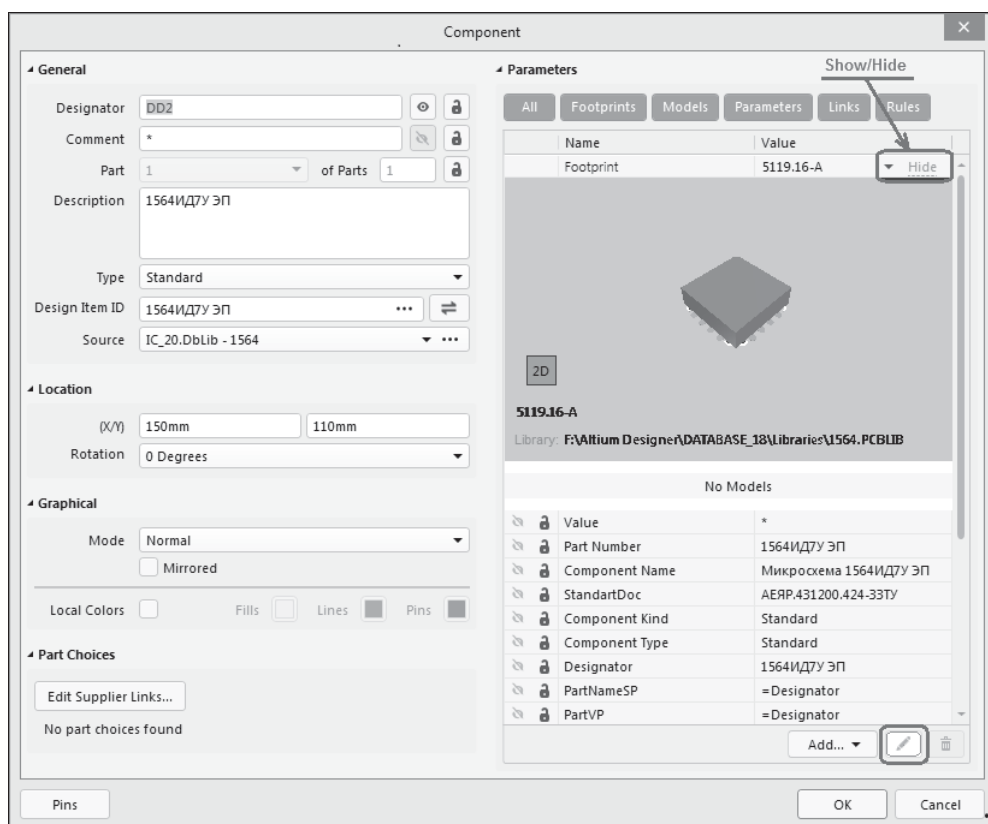

Рис. 7.49. Окно «модального диалога» редактирования компонента
□ При включенном «модальном» режиме по двойному щелчку левой кнопкой мыши на выбранном УГО в схемном документе активизируется диалоговое окно **Component** (рис. 7.49), в полях которого отображаются: